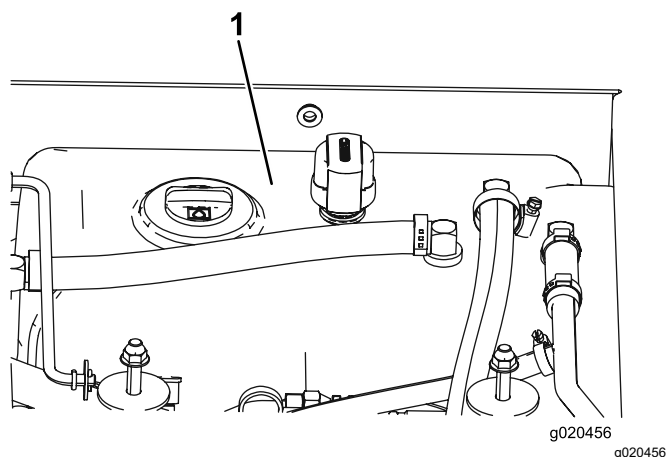

Bild 83
- Füllen Sie den Hydraulikbehälter (Bild 83) mit Hydrauliköl, siehe Prüfen des Hydrauliköls (Seite 80).